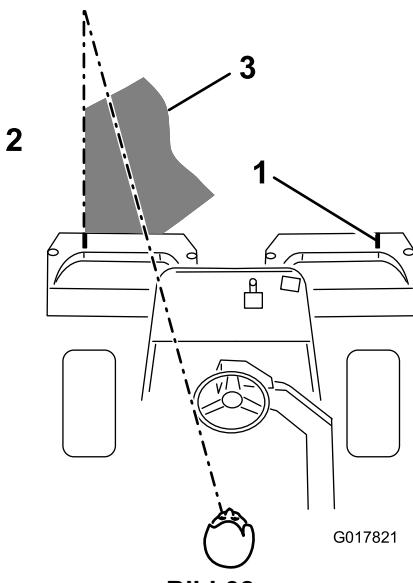

Bild 38
3. Wenn Sie zurückfahren, sollte der neue Mähgang den ersten ein klein wenig überlappen. Damit Sie in einer möglichst geraden Linie über die Grünfläche fahren können und einen gleichmäßigen Abstand zum zuvor gemähten Rasenstück einhalten können, sollten Sie sich eine imaginäre Sichtlinie ungefähr 1,8 bis 3 m vor der Maschine bis zum Rand des noch ungemähten Teils der Grünfläche vorstellen ( Bild 38). Manche Leute finden es auch hilfreich, die äußere Kante des Lenkrads
in die Sichtlinie mit einzubeziehen, d.h. sie halten das Lenkrad in einer Linie mit einem Punkt, der immer im gleichen Abstand von der Vorderseite der Maschine bleibt ( Bild 38).